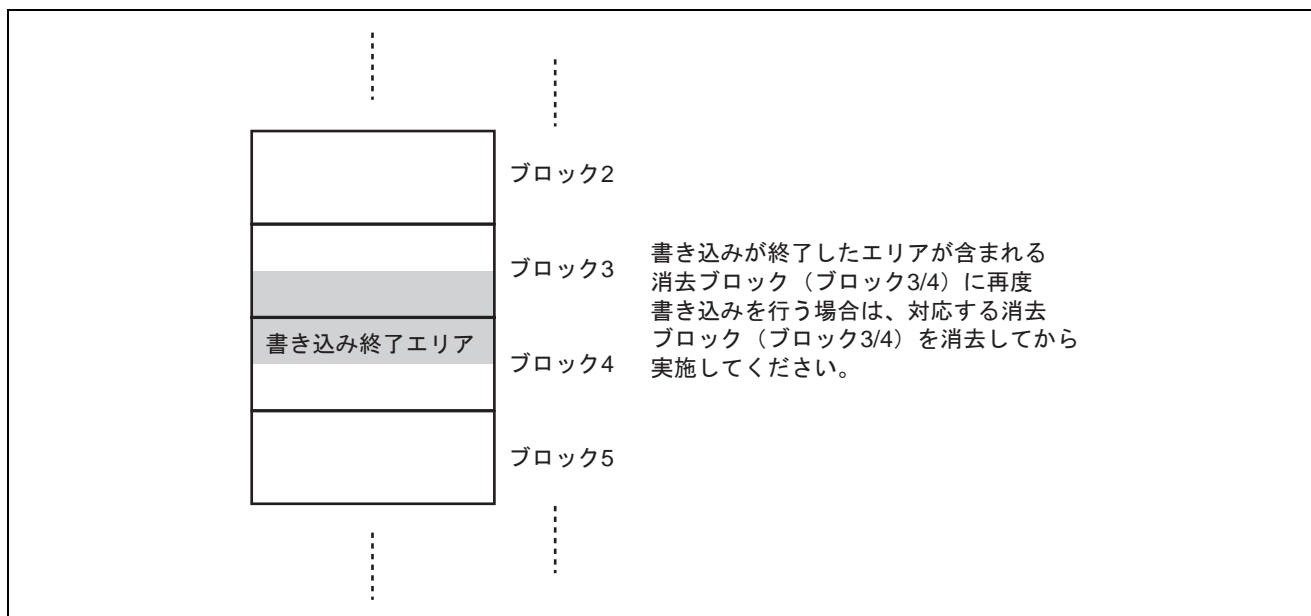

図 7.5 書き込みが終了したエリアが含まれる消去ブロック例
4. ユーザROM領域消去終了後、書き込み/消去コマンド待ち状態に遷移します。書き込みコマンド送信後、書き込み先の先頭アドレス、書き込みデータを送信してください。書き込み終了後、書き込み先の先頭アドレスをH'FFFFFFFに設定して送信してください。これにより書き込みデータ待ち状態から、書き込み/消去コマンド待ち状態に戻ります。いったん、書き込み終了コマンドを発行した、書き込み終了エリアが含まれる消去ブロック内に、再度書き込みを行う場合、対応する消去ブロックを消去してから実施してください。図7.5に書き込みが終了したエリアが含まれる消去ブロックの例を示します。「消去選択コマンド」を受信すると、消去ブロックデータ待ち状態に遷移します。消去コマンド送信後、消去ブロック番号を送信してください。消去終了後、消去ブロック番号をH'FFに設定して送信してください。これにより消去ブロックデータ待ち状態から、書き込み/消去コマンド待ち状態に戻ります。なお、消去の実行は、ブートモードで、いったん、書き込んだ後に、リセットスタートせずに特定のブロックのみを書き換えるときに使用してください。1回の操作で書き込みができる場合は、書き込み/消去コマンド、それ以外のコマンド待ち状態の遷移前に全ブロックの消去が行われていますので本消去操作は必要ありません。書き込み/消去コマンド以外に、ユーザROM領域のサムチェック、ブランクチェック（消去チェック）、メモリリード、および現在のステータス情報取得のコマンドがあります。